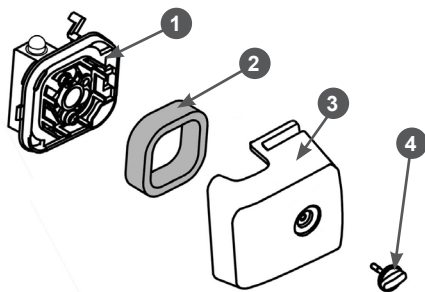

Рис. 11 Обслуживание воздушного фильтра
1. Открутите винт 4 и снимите крышку 3 воздушного фильтра (Рис. 11).
2. Извлеките из корпуса 1 фильтрующий элемент 2 (Рис. 11)